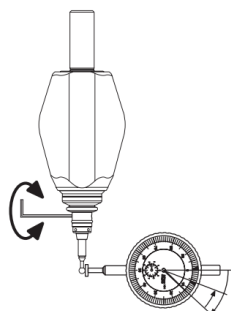

Abb. 3
- Drehen Sie die Spindel mit dem 3D-Prüfgerät um 180°, und die Messuhr zeigt die Abweichung der X-Achse an (Abb. 3, wie in der Abbildung gezeigt, beträgt der Messwert 0,12 mm).